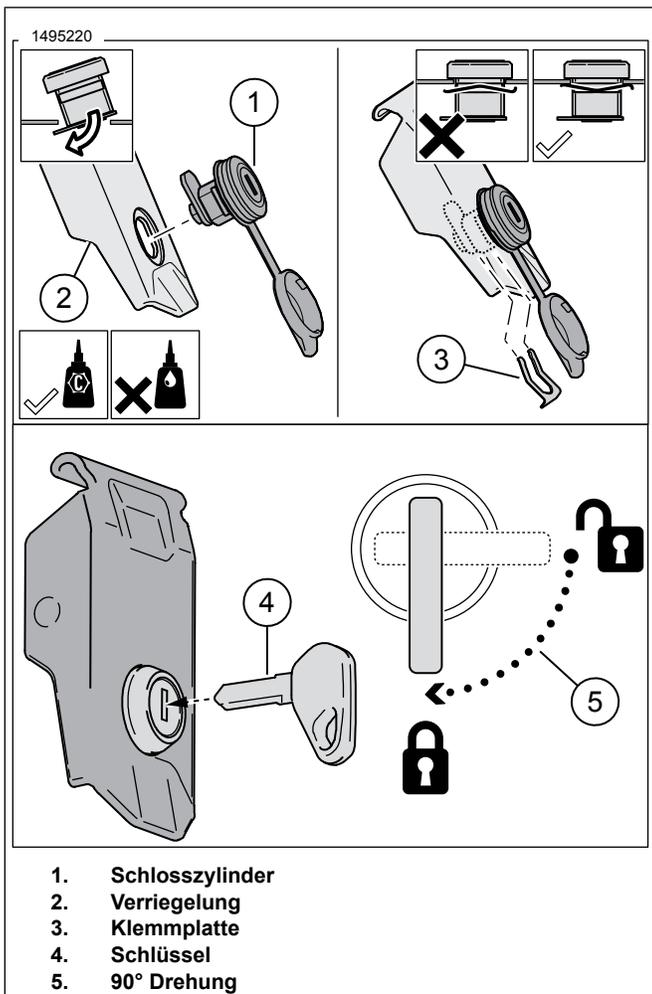

Abbildung 3. Einsetzen der Schlosszylinder
- Abbildung 3 Sicherstellen, dass die Zunge des Schließzylinders in Richtung Verriegelung zeigt.
1. Abbildung 3 Die Schlosszylinder (1) in die Verriegelungen (2) einsetzen.
2. Die Schlosszylinder mit Klemmplatten (3) sichern.
3. Die Schlüssel (4) in die Schlosszylinder einstecken.